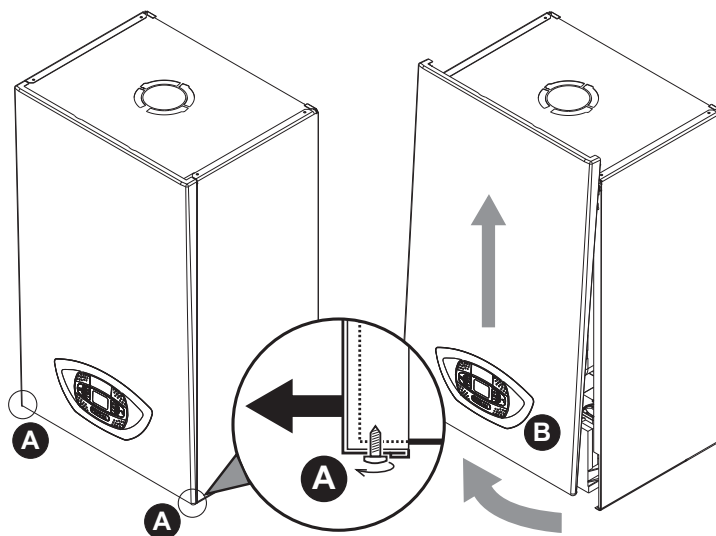

fig. 33 - Apertura pannello frontale
1. Svitare parzialmente le viti **A** (vedi fig. 33).